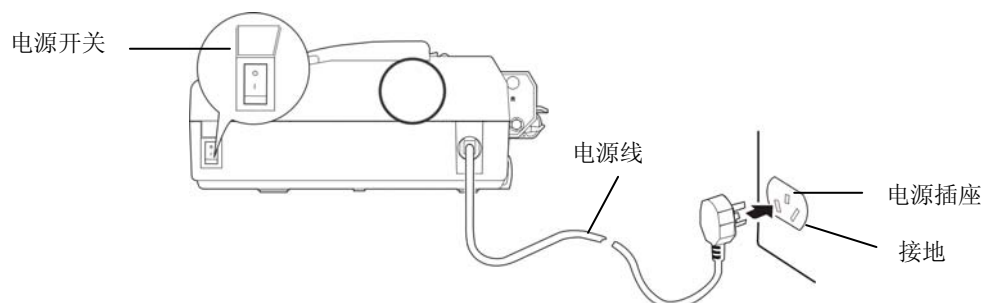

图 1-14 连接电源
1. 确保打印机为关机状态，如图 1-14 所示（当开关按下一侧在“O”标注处时为关机状态）。